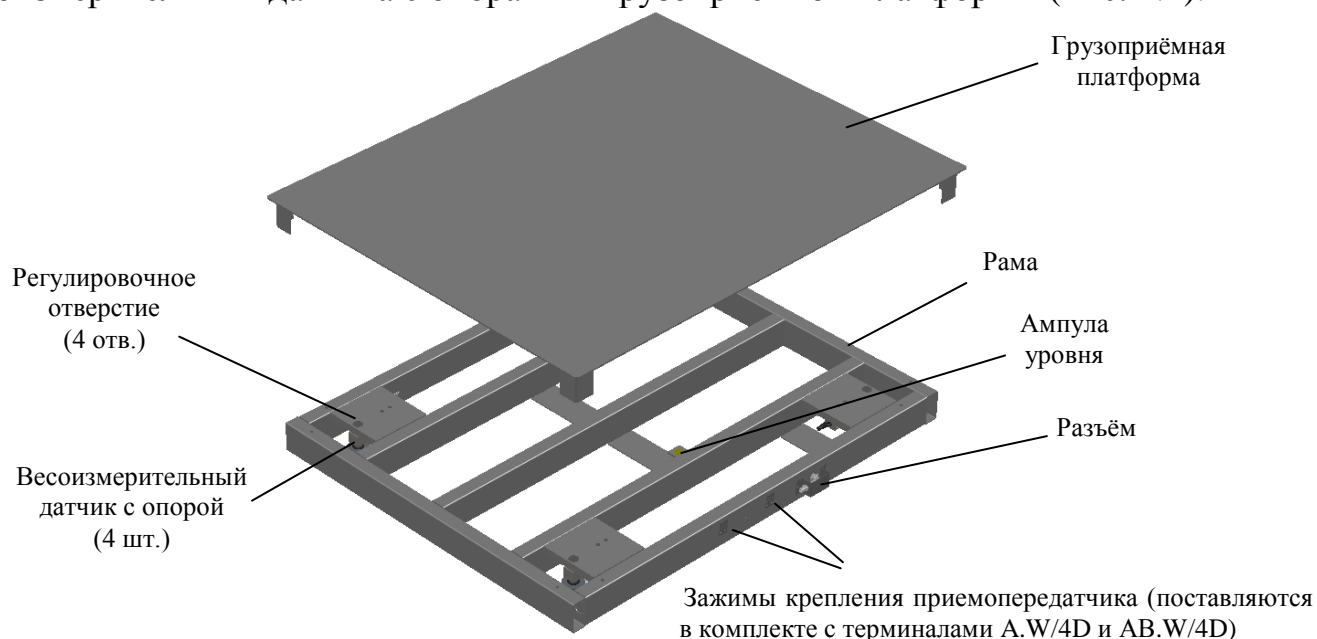

Рис. 4.1 - Модуль взвешивающий 4D-P\_
4.1 Модуль состоит из рамы, на которой установлены четыре цифровых весоизмерительных датчика с опорами и грузоприёмной платформы (Рис. 4.1).
5.1 Установить модуль на горизонтальную поверхность. Распаковать. Снять грузоприёмную платформу (Рис. 4.1).
5.2 Вывинтить транспортировочные винты (8 шт.) в четырёх углах рамы и удалить транспортировочные опоры и картон (Рис. 4.1).